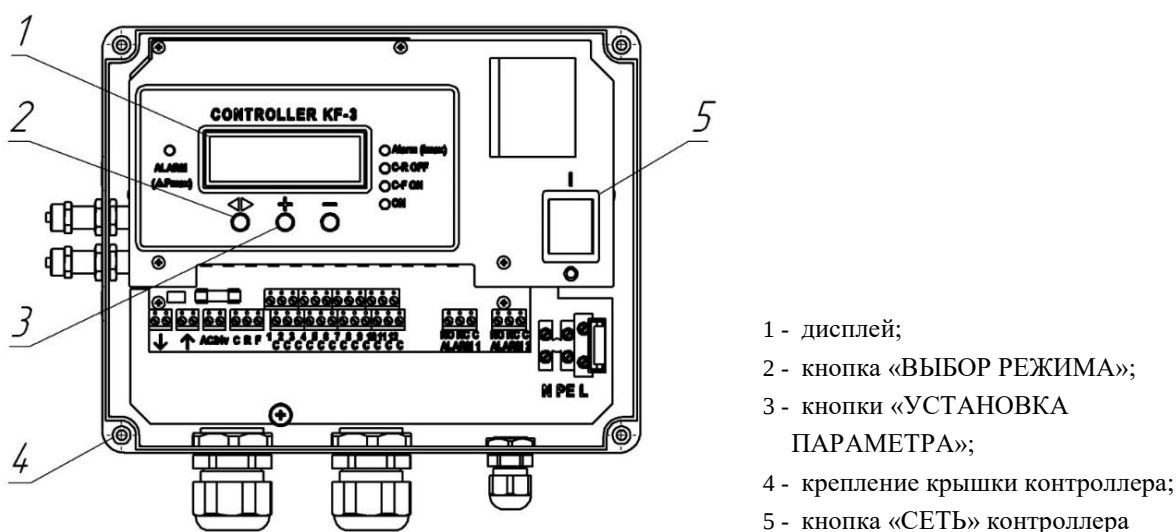

Рисунок 9
5.7.2 Перед настройкой контроллера необходимо убедиться, что кнопка «СЕТЬ» (рисунок 9, поз. 5) переведена в режим «Вкл».
Кнопки [+] и [-] – «УСТАНОВКА ПАРАМЕТРА» (рисунок 9, поз. 3) используется для навигации в меню параметров и для установки заданного значения параметра.
- 2) снять защитную крышку с контроллера и перевести кнопку «СЕТЬ» на его панели в положение ВЫКЛ. (рисунок 9);